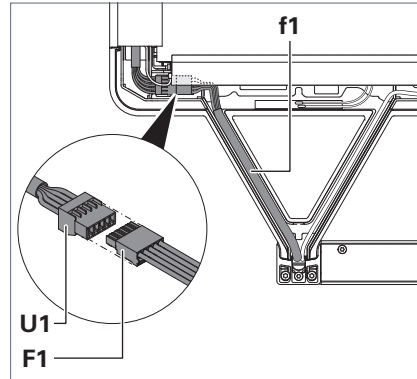

Fig. 16: Versorgungsleitung anschließen.
7. Nehmen Sie die Stiftleiste **U1** aus dem Fach unter dem Kühlkörper heraus, siehe Fig. 16.